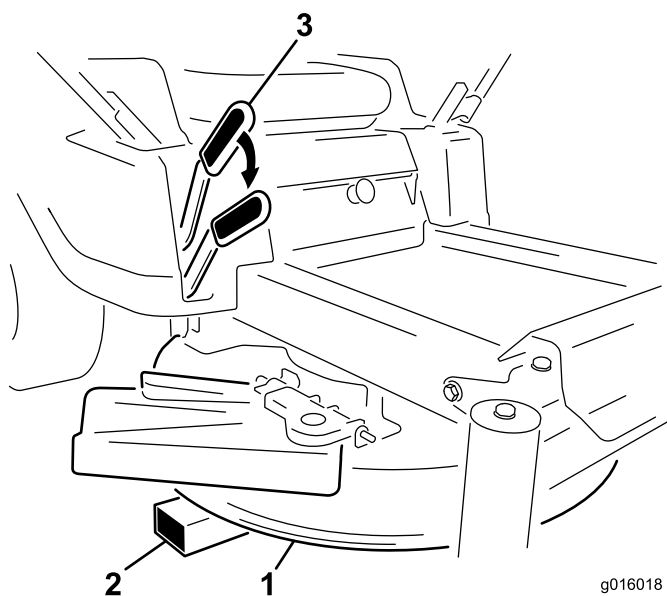

Figura 1
3. Sollevate il piatto fino all'altezza di taglio massima. Collocate dei blocchi sotto il piatto per sostenerlo nella posizione dell'altezza di taglio minima o prossima a quest'ultima (Figura 1).
4. Abbassate il piatto fino a quando il suo peso non è sostenuto dai blocchi (Figura 1). Questa operazione consentirà la rimozione sicura della leva dell'altezza di taglio.